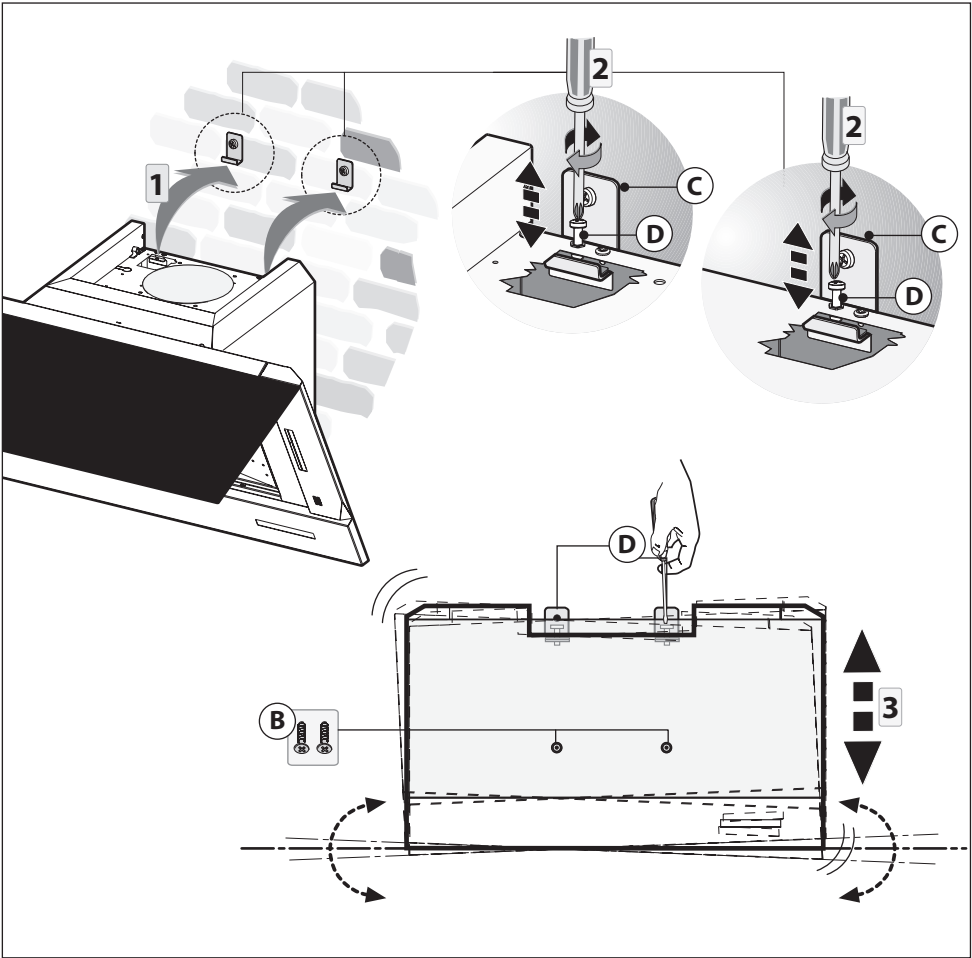

Fig.4
-Tillse att de två nivåskruvarna **D** inte dras åt (Fig.4).
-Häng upp kåpan på de 2 fästena **C** fig. 4 - del 1.
-Väg in kåpan horisontellt med de 2 nivåskruvarna **D** fig. 4 - del 2.
-När justering genomförs, fast kåpan permanent via skruvarna **B** fig. 4 - del 3.